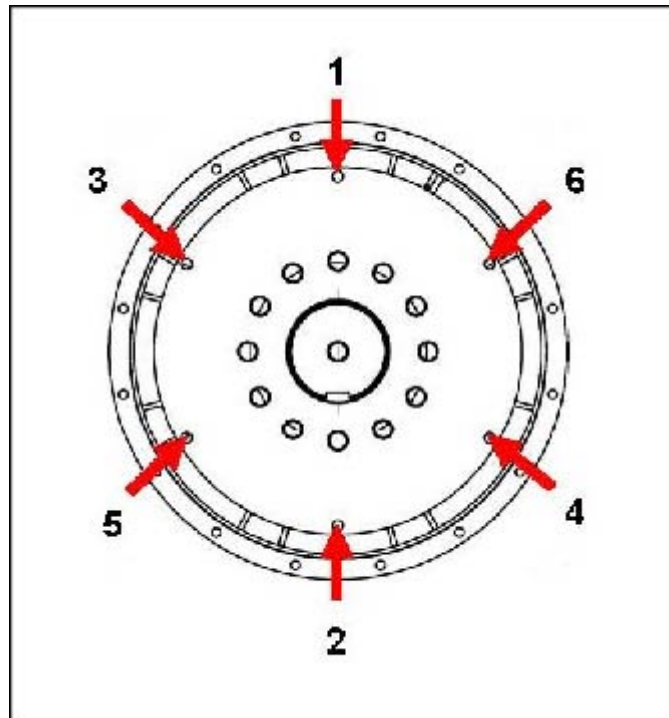

ABBILDUNG 21. REIHENFOLGE DER BEFESTIGUNG AN SCHWUNGRAD
10. Kupplungsbefestigungsschrauben am Schwungrad in der Reihenfolge festziehen wie dargestellt in. Abbildung 21 auf Seite 43